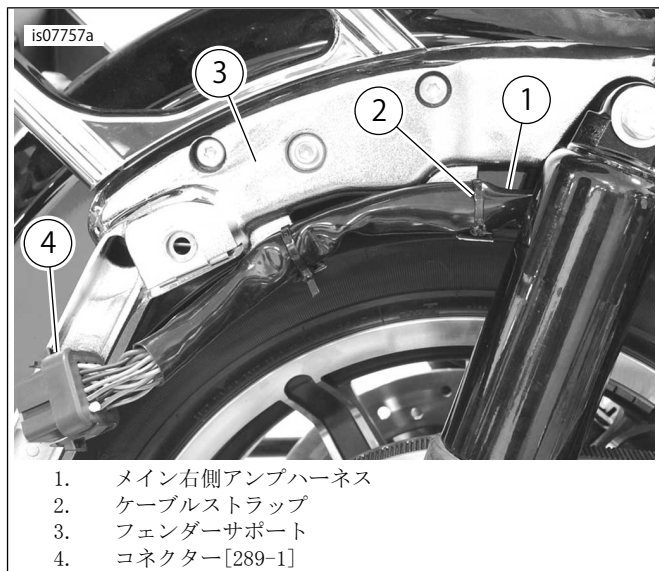

図7。メインアンプハーネスの取り回し
1. 「図7」を参照してください。サドルバッグの取り付けエリアのアンプハーネス(1)を、まず、大きい18極アンプソケットコネクター[289-1A]から車両の前方に取り回します。サドルバッグサポート(3)に沿ってハーネスを取り回します。